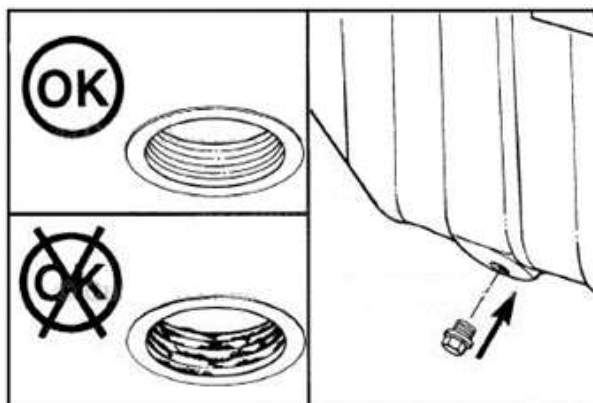

Рисунок 5.19. Осмотр состояния резьбы и уплотняющей поверхности картера
- ▶ Почистить и осмотреть резьбу и уплотняющую поверхность пробки с картером (в случае обнаружения повреждений, заменить), рис. 5.19;